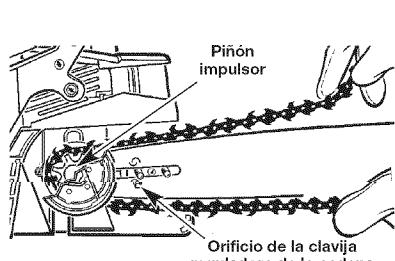

Fig. 38
**NOTA:** Asegúrese de que la clavija reguladora de la cadena esté en su propio orificio (Fig. 38).